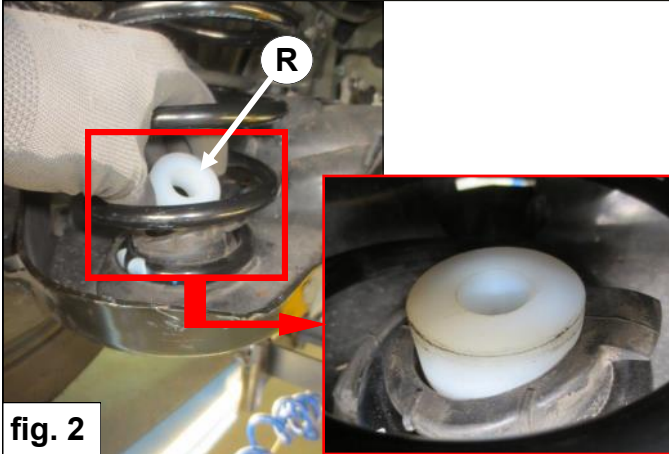

fig. 2
2. Plaats afstandsbuis **R** in het onderste veerrubber. Zorg dat deze goed centreert. *Zie fig. 2.*
2. Insert spacer **R** into the lower spring rubber. Make sure it centres correctly. *See fig. 2.*
2. Stellen Sie Scheibe **R** in die untere Federgummi. Stellen Sie sicher dass diese richtig zentriert. *Siehe Fig. 2.*
2. Placez entretoise **R** dans le caoutchouc de ressort inférieur. Assurez-vous qu'il soit centré. Voir fig. 2.
2. Placera distans **R** i den nedre fjäder gummi. Se till att den är centrerad. Se fig. 2.
2. Coloque espaciador **R** en el caucho de resorte inferior. Asegúrese de que esté centrado. Véase fig. 2.